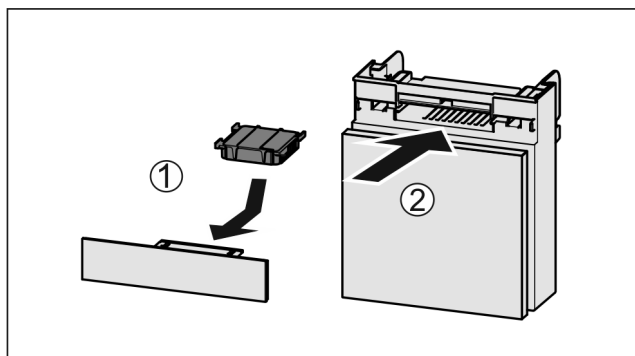

Fig. 167
- Inserire il vano Fig. 167 (2).